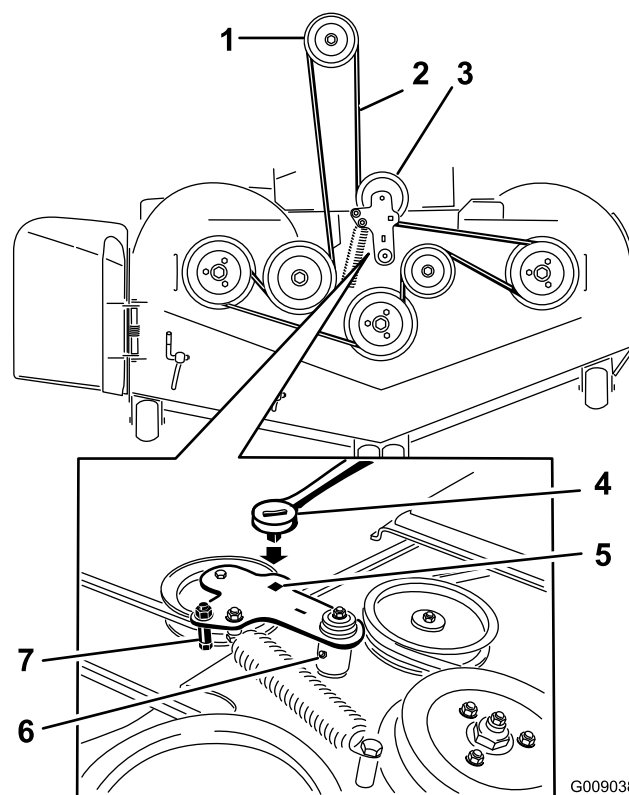

Figure 79
5. Insérez un rochet dans le trou carré du bras de la poulie de tension pour détendre le ressort de la poulie de tension (Figure 79).
7. Enlevez le guide-courroie situé sur le bras de la poulie de tension rappelé par ressort (Figure 79).
9. Acheminez la courroie neuve autour des poulies du tablier de coupe et de la poulie d'embrayage, sous le moteur (Figure 79).
10. Montez le guide-courroie sur le bras de la poulie de tension (Figure 79).
11. Insérez le rochet dans le trou carré et montez le ressort de la poulie de tension (Figure 79).